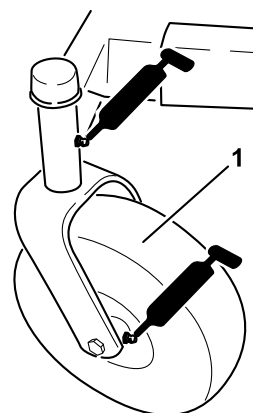
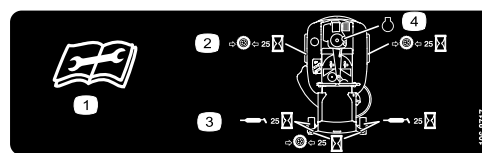

Bild 24
Bild 25
3. Reinigen Sie die Schmiernippel (Bild 24 und Bild 25) mit einem Lappen. Kratzen Sie bei Bedarf Farbe vorne von den Nippeln ab.
5. Setzen Sie die Fettpresse nacheinander an allen Nippeln an (Bild 24 und Bild 25). Fetten Sie die Nippel, bis das Fett beginnt, aus den Lagern auszutreten.